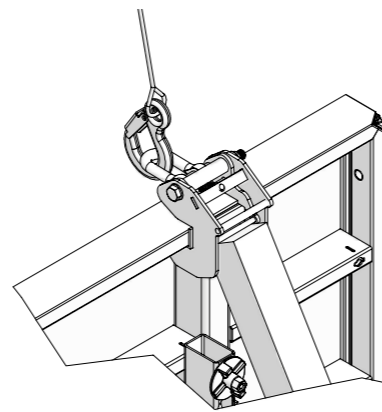

Fig. 6
3. Pour verrouiller, repousser le levier de sécurité dans sa position initiale. Veiller également à la bonne fermeture de l'étrier de serrage : les mentonnets des joues latérales doivent entrer entièrement dans la gorge du profil. Le crochet de levage doit être détaché du coffrage à partir d'un poste de travail sécurisé. Utilisez une rallonge, par ex. du bois équarri, pour ouvrir l'étrier de serrage (Fig. 6).